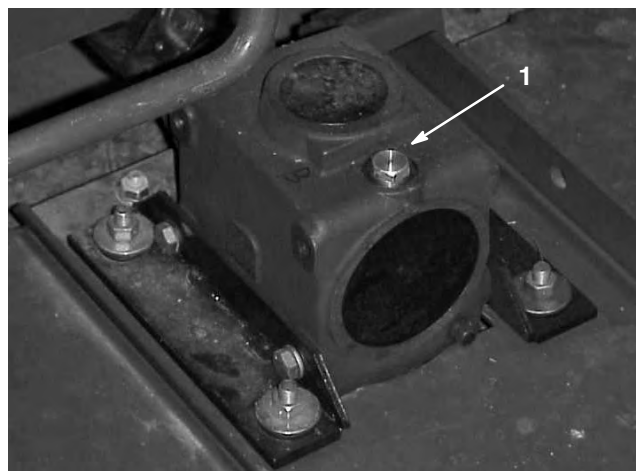

Figure 16
2. Retirez le bouchon de remplissage/jauge en haut du boîtier d'engrenages (Fig. 16) et vérifiez si le niveau de liquide se situe entre les repères sur la jauge. Si le niveau de lubrifiant est bas, faites l'appoint jusqu'à ce qu'il arrive entre les repères.